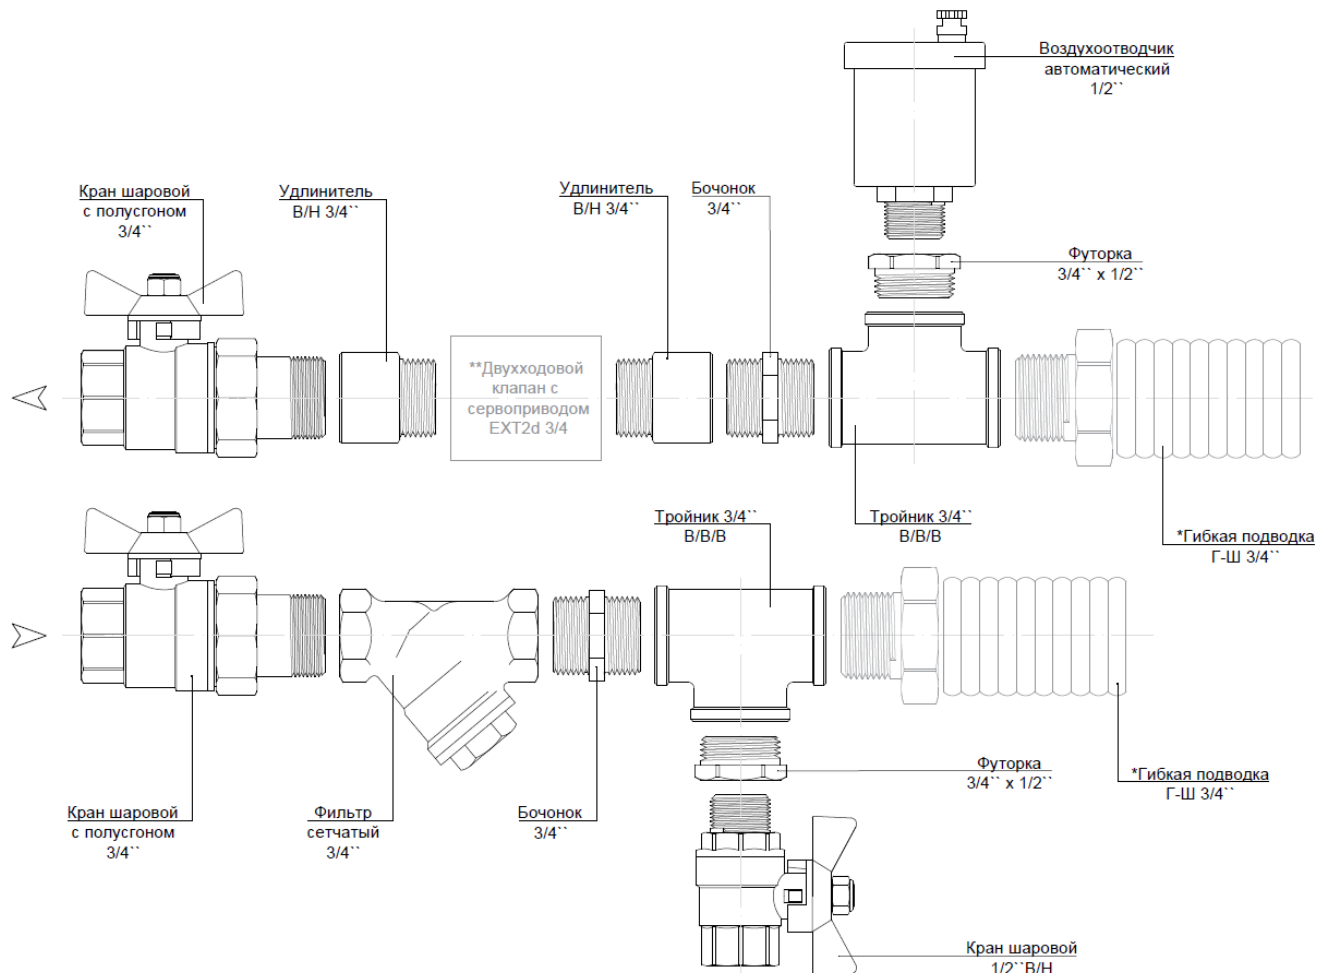

Рис. 2. Сантехнический комплект для обвязки 2С
** При необходимости комплект для обвязки можно дополнить двухходовым клапаном с сервоприводом EXT 2d 1/2, подключение которого выполняется с помощью двух удлинителей и бочонка (Рис. 2) В противном случае удлинители и бочонок не используются.